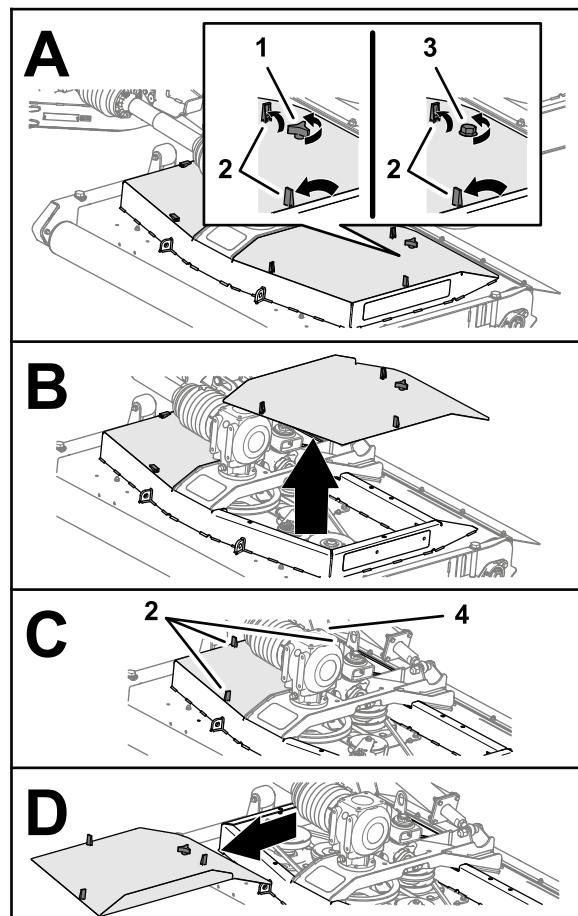

Рисунок 46
1. Расфиксируйте 3 защелки крепления крышки деки газонокосилки (Рисунок 46).
2. Ослабьте ручку или болт (дека газонокосилки, соответствующей требованиям СЕ), которые крепят крышку к деке газонокосилки (Рисунок 46).
4. Повторите действия, описанные в пунктах 1 и 2, на другой крышке (Рисунок 46).